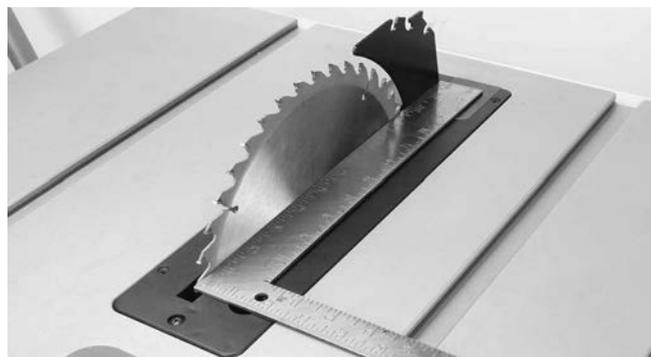

FIGURE 10
1. Utilisez une règle droite (Fig.10) et vérifiez si la lame à fendre est alignée avec la lame.